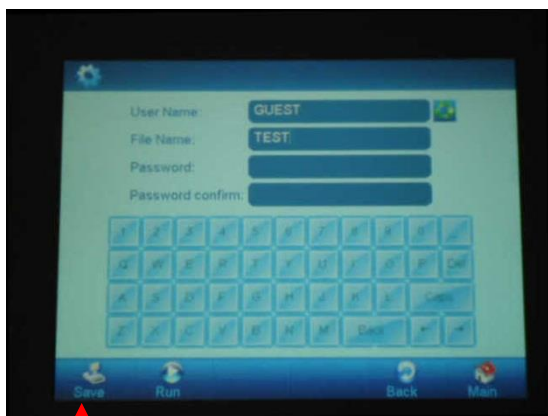

図10 ①
入力が完了したら、Saveで、ファイルを保存します。(図10-①)